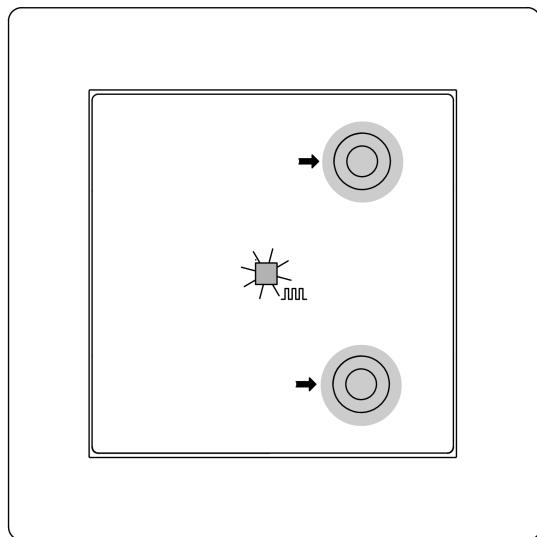
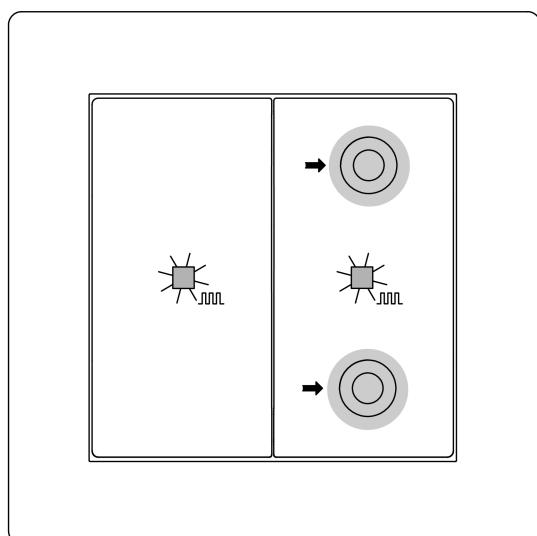

Imagen 5: Activación del modo de programación (simple)
Imagen 6: Activación del modo de programación (doble)
Programar la dirección física y el programa de aplicación simple (Imagen 5) y doble (Imagen 6)
- Activar el modo de programación: mantener pulsadas simultáneamente las teclas superior derecha e inferior derecha durante más de 4 segundos (Imagen 5).